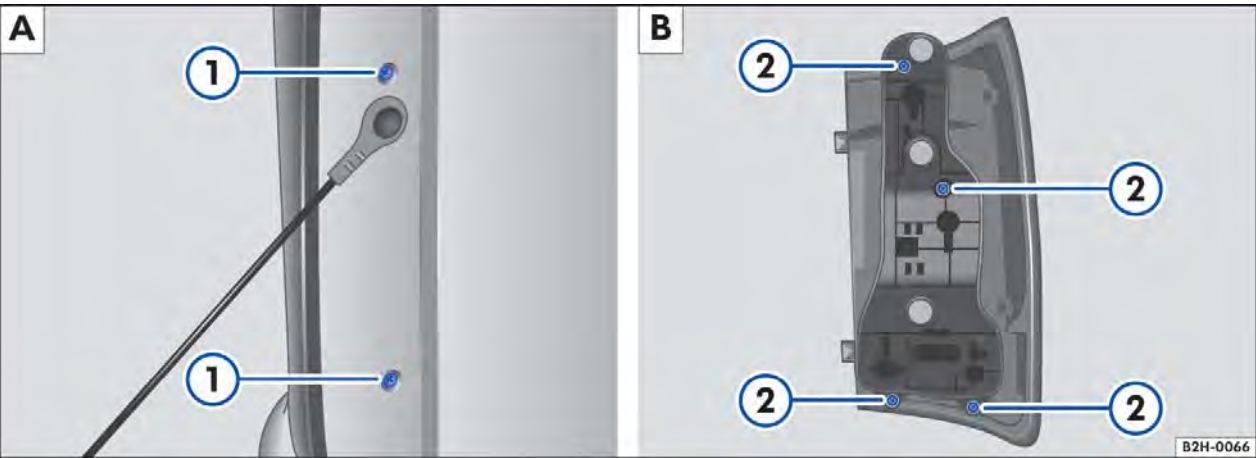

Fig. 173 A: lateralmente no compartimento de carga: desinstalar a lanterna traseira. B: soltar o suporte da lâmpada.
3.	Desaparafusar os 2 parafusos Phillips ⇒ Fig. 173 ① com a chave de fenda das ferramentas de bordo.